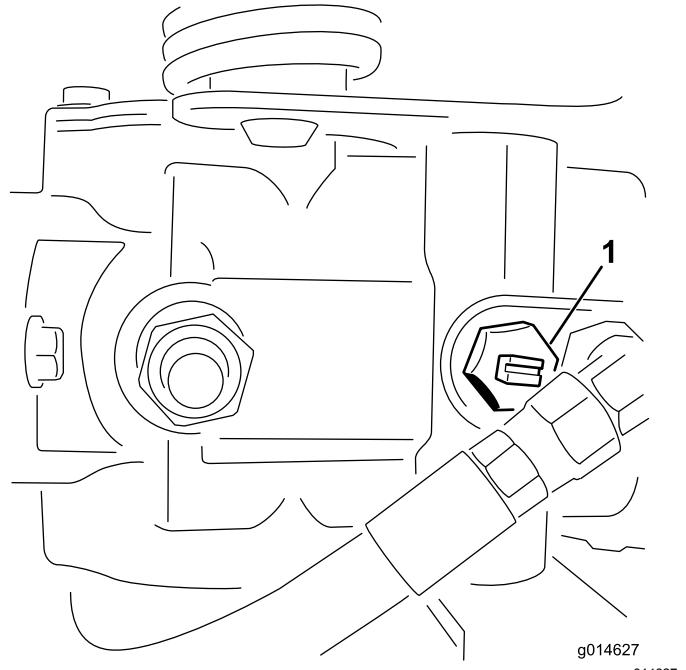

Figure 41
1. Localisez la vanne de dérivation sur la pompe et tournez-la jusqu'à ce que la fente soit verticale (Figure 41).
2. Avant de mettre le moteur en marche, fermez la vanne de dérivation (fente horizontale) (Figure 41). Ne mettez pas le moteur en marche quand la vanne est ouverte.